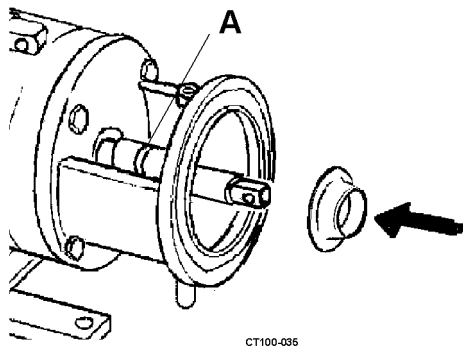

Figura 24 - Installazione del deflettore
6. Far scorrere il deflettore (estremità con diametro maggiore per prima) sull'albero fino al raggiungimento della scanalatura dell'albero. Vedere Figura 24, rif. A.